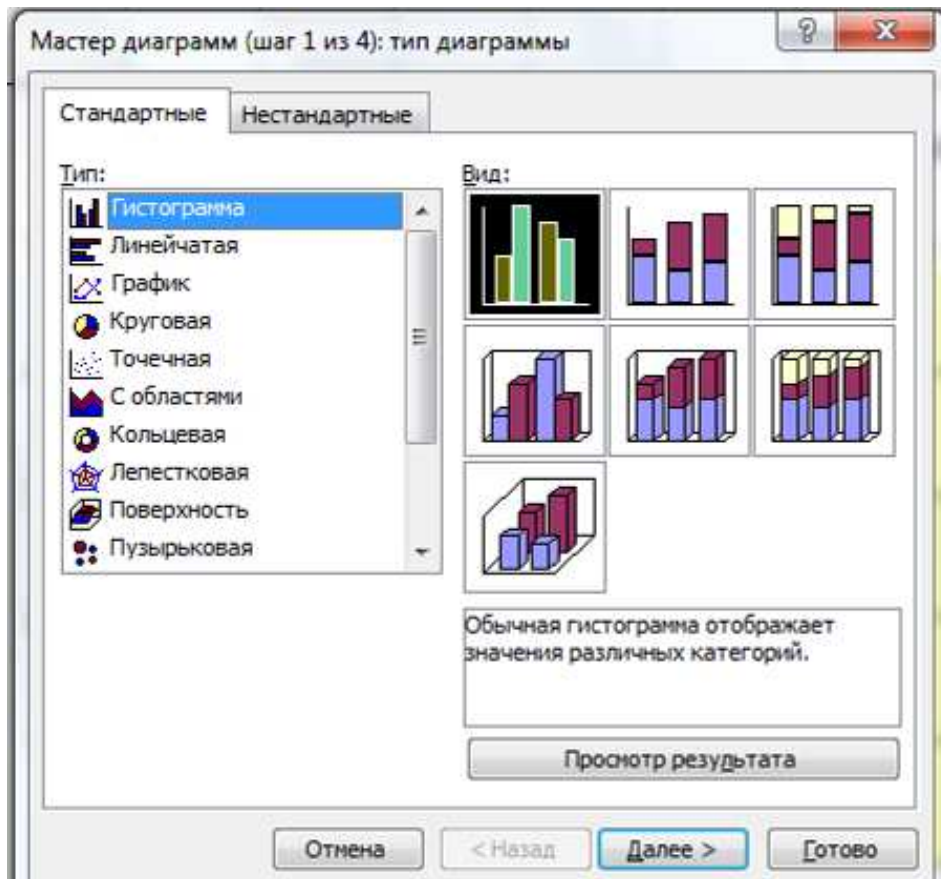

Рис. 23. Диалоговое окно выбора типа диаграммы
4. В первом диалоговом окне Мастера диаграмм **Тип диаграммы** на вкладке **Стандартные** (рис. 23) выбрать тип диаграммы - **Обычная гистограмма**. Нажать кнопку **Далее**.